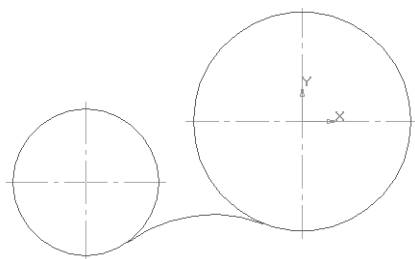

Рис. 99. Внешнее сопряжение
- система построила внешнее сопряжение (рис. 99);